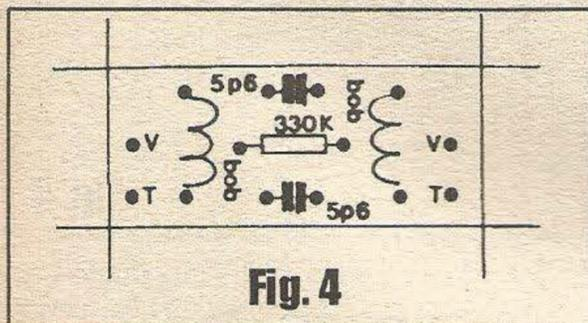

Fig. 4
- FIG. 4 - CHAPEADO DA MONTAGEM - Os poucos componentes já distribuídos nos devidos lugares, pelo lado não cobreado da plaquetinha... Nenhuma das peças é polarizada, e o arranjo é absolutamente simétrico (tanto elétrica